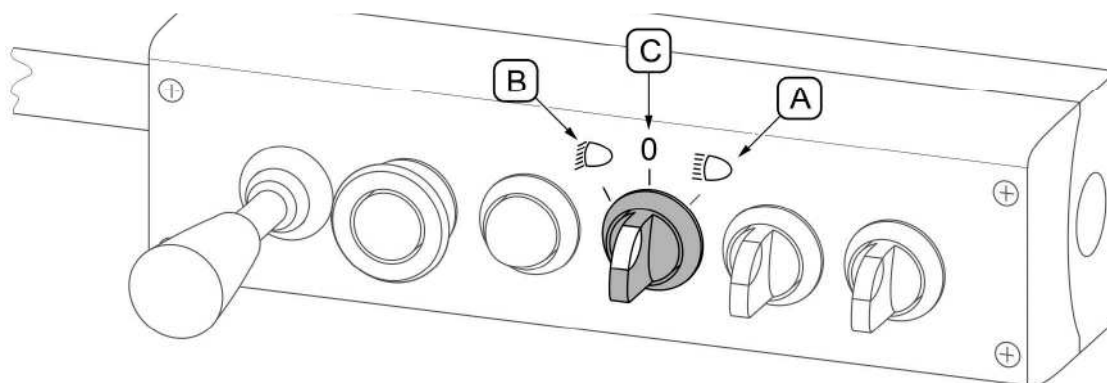

РИСУНОК 4.11Переключатель световой сигнализации
Переключатель световой сигнализации (РИСУНОК 4.11) управляет фонарями, размещенными на кронштейнах системы подвески плуга. При переключении переключателя в крайнее левое положение (B) включается ближний свет, а при переключении в крайнее правое положение (A) включается дальний свет. В центральном положении переключателя (C) происходит полное выключение дополнительных фонарей (за исключением габаритных фонарей, которые выключаются главным выключателем).